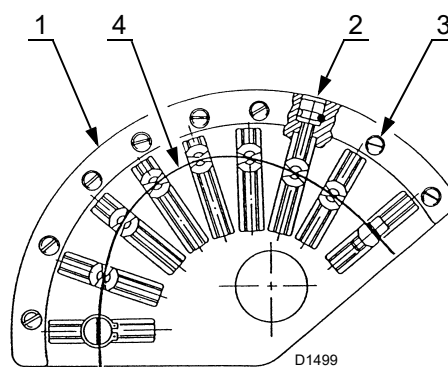

Fig. 34
agir sur les vis de réglage 2)(Fig. 34) après avoir desserré les vis 3).
Agir sur les éléments de réglage filetés 2)(Fig. 34) après avoir desserré les vis 3).
**Légende (Fig. 34)**
- Régler le débit d'air en réglant la came à profil variable au moyen des vis 2)(Fig. 34).
- Une fois le réglage optimal atteint, ne pas oublier de serrer les vis de réglage des profils des cames au moyen des vis 3)(Fig. 34).